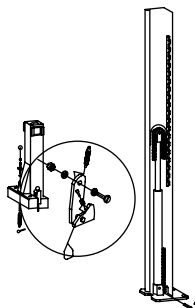

Рисунок 7 – Крепление каретки к цепи
13. Установите цилиндры. Опустите цилиндр в каждую каретку по центру опорной плиты. Убедитесь, что пятка и необходимый адаптер на основании цилиндра вписалась в центральное отверстие опорной плиты. Наденьте цепь на шкивы на вершинах цилиндров (рис. 7).